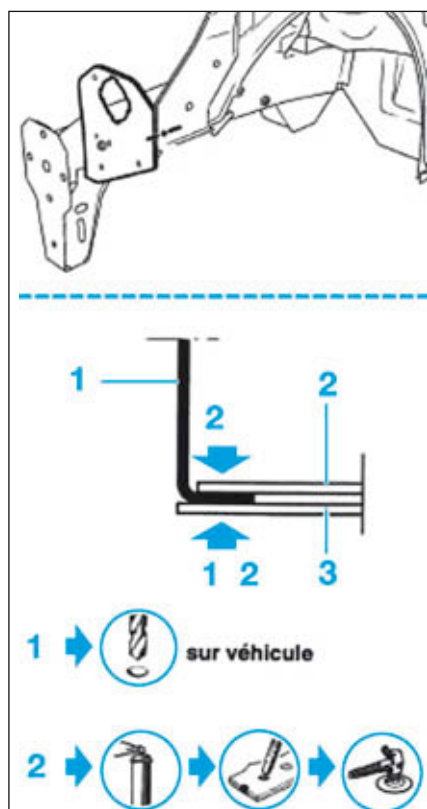

FIG.6
- Dépointer les point de soudure de la traverse latérale extrême avant (1) sur le passage de roue (2) et sur le côté d'auvent (3) (Fig.6).
- Tracer puis percer au Ø 8 mm pour soudage ultérieur par points bouchons (Fig.6).
- Souder par points bouchons MAG (Fig.6).